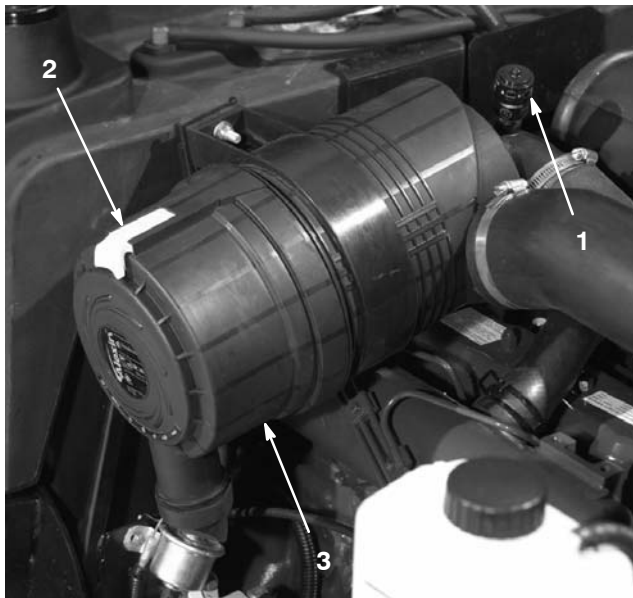

Bild 43
Warten Sie die Luftfilter, wenn die Luftfilteranzeige (Bild 43) Rot anzeigt oder alle 400 Stunden (bei einer sehr staubigen oder schmutzigen Umgebung häufiger). Warten Sie den Luftfilter nicht zu häufig.
1. Ziehen Sie den Verschluss nach außen und drehen die Luftfilterabdeckung entgegen dem Uhrzeigersinn. Entfernen Sie die Abdeckung vom Gehäuse (Bild 43). Reinigen Sie die Innenseite der Luftfilterabdeckung.
6. Stellen Sie die Anzeige (Bild 43) zurück, wenn sie auf Rot steht.